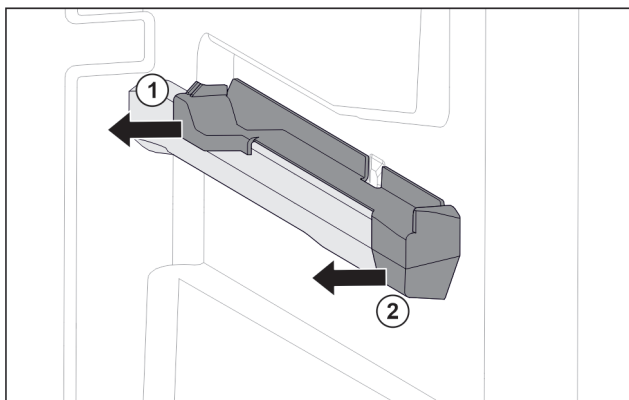

Fig. 118 Aufsteckteil auf der rechten Behälterrippe
- ▶ Aufsteckteil hinten zur Seite abziehen. Fig. 118 (1)
- ▶ Aufsteckteil vorne zur Seite abziehen. Fig. 118 (2)